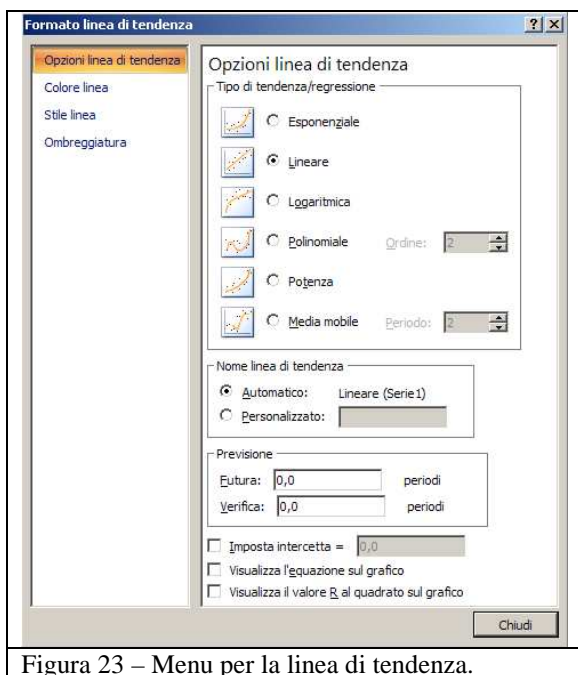

Figura 23 – Menu per la linea di tendenza.
- selezioniamo Aggiungi linea di tendenza, appare la finestra di figura 23